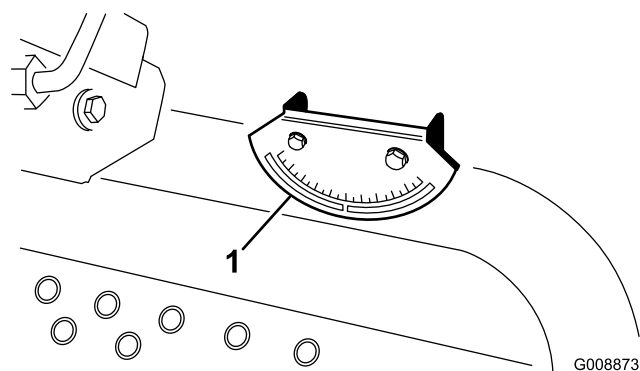

図 5
2. 機体のクロスビーム（燃料タンク脇）に携帯傾斜計（付属品）を置いて、機体が水平になっていることを確認する（図 5）。このとき、運転席に座った状態で、機体に装着されている傾斜計の読みが 0° であれば問題ない。